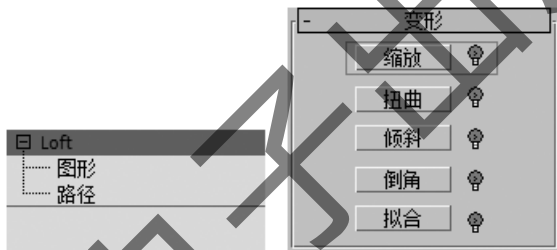

图 4-48 缩放窗口
Step25: 退出次物体级别, 回到放样物体, 展开“变形”卷展栏, 点击“缩放”按钮, 如图 4-48 所示。